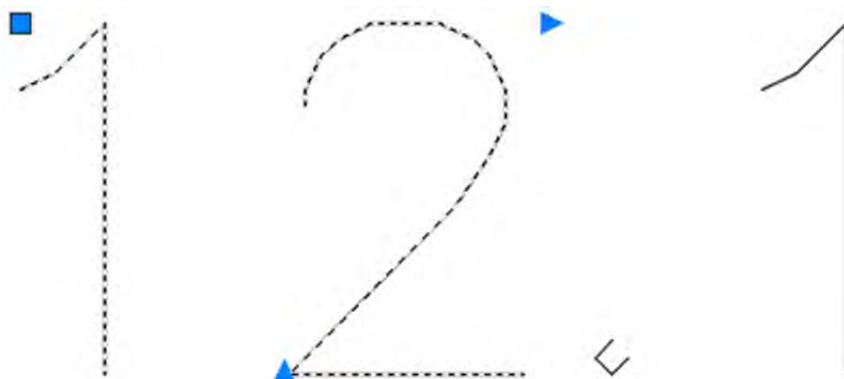

Рисунок 4.8 Номер листа состоящий из двух текстовых объектов
1. Введите номер листа используя **однострочный** текст. При этом номер участка и номер листа(вместе с точкой)(рисунок4.8), должны быть отдельными текстами.